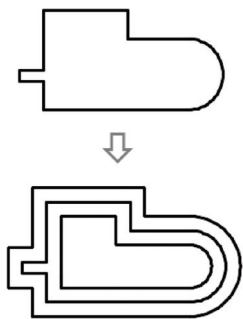

图 4-19 偏移多段线示例
- 二维多段线是作为单个线段来偏移的，在线段之间会产生交点或间隙，因此要完成偏移，应修剪相交线或填充间隙。系统变量 `OFFSETGAPTYPE` 控制着偏移多段线时处理线段之间的潜在间隙的方式。系统变量 `OFFSETGAPTYPE` 的默认值为 0，表示将线段延伸到投影交点；当将 `OFFSETGAPTYPE` 的值设置为 1 时，将线段在其投影交点处进行圆角，每个圆弧段的半径等于偏移距离；当将 `OFFSETGAPTYPE` 的值设置为 2 时，将线段在其投影交点处进行倒角，在原始对象上从每个倒角到其相应顶点的垂直距离等于偏移距离。偏移多段线的典型示例如图 4-19 所示，该实例的系统变量 `OFFSETGAPTYPE` 的默认值为 0。